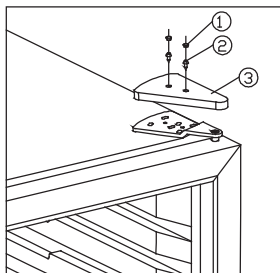

fig. 4.1
- Fjern gummipropperne (1). Se fig. 4.1
- Fjern skruerne (2) og fjern hængselsafdækningen (3)